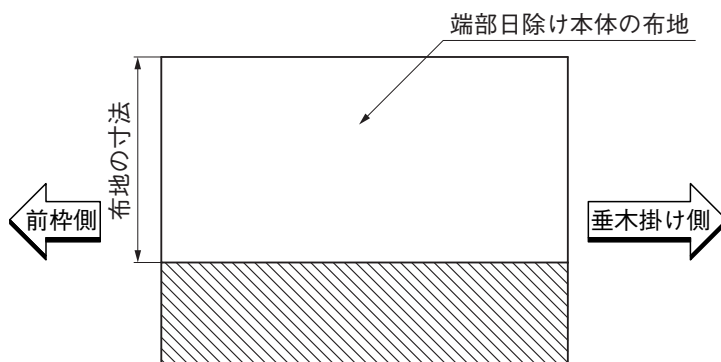

図2-1 布地加工図
- ① 表2-1と図2-1を参照して、布地を切断してください。